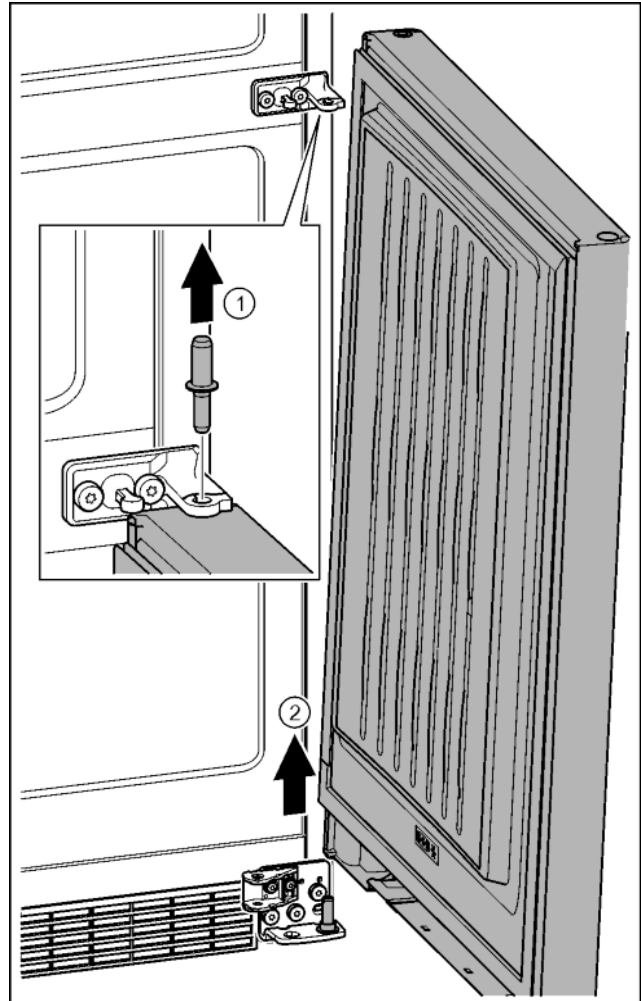

Fig. 22
- ▶ Витягніть гвинт догори. *Fig. 22 (1)*
- ▶ Відкрийте дверцята, зніміть рухом вгору та відкладіть убік. *Fig. 22 (2)*